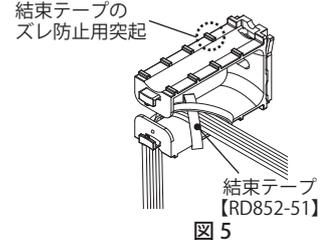

図5
3. 必要に応じて、結束テープ【RD852-51】などを利用して光コードまたは LAN ケーブルをコードガイドに固定してください。(図5)